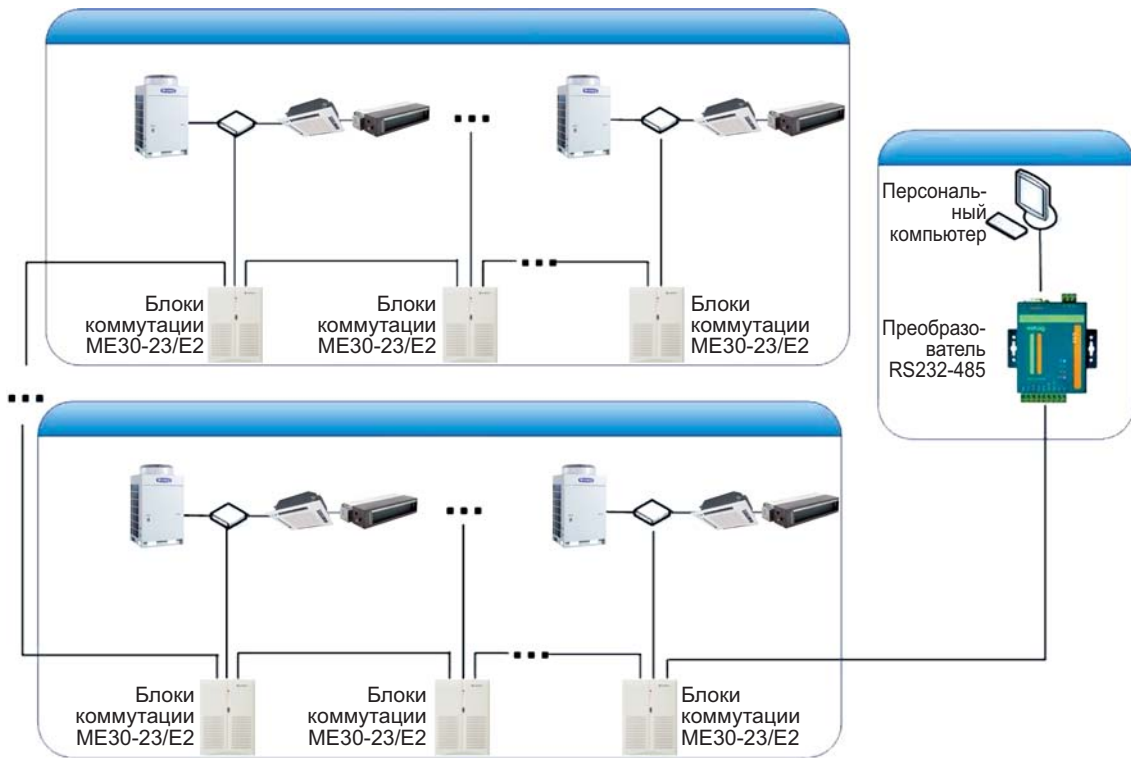

Рис. 7.12
7.5.3 Для подключения к ПК используется преобразователь интерфейса RS232-485 и блок коммутации ME30-23/E2 (см. рис. 7.12).